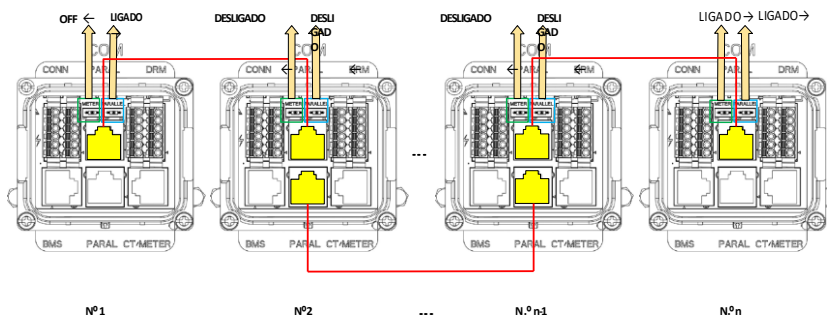

Figura 4-28 Conexão do cabo de rede paralelo
3. Ligue o sistema paralelo seguindo os passos indicados na Figura 4-28.
- ① Feche o disjuntor CA do lado da rede de cada inversor.
- ② Feche o disjuntor CA do lado da carga de cada inversor.
- ③ Feche o interruptor fotovoltaico do lado fotovoltaico de cada inversor.
- ④ Feche o disjuntor CC do lado do armazenamento de energia de cada inversor.